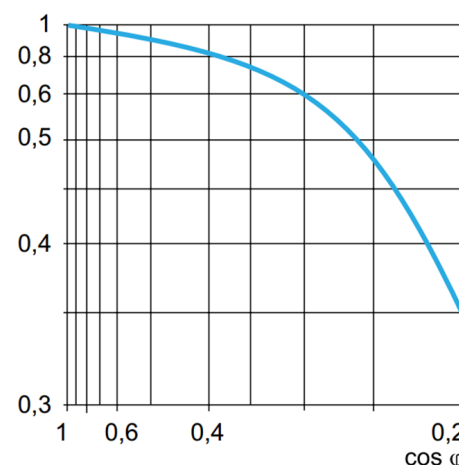

Рис. 3.
- 3) Для индуктивной нагрузки учитывается понижающий коэффициент, см. рис.3.